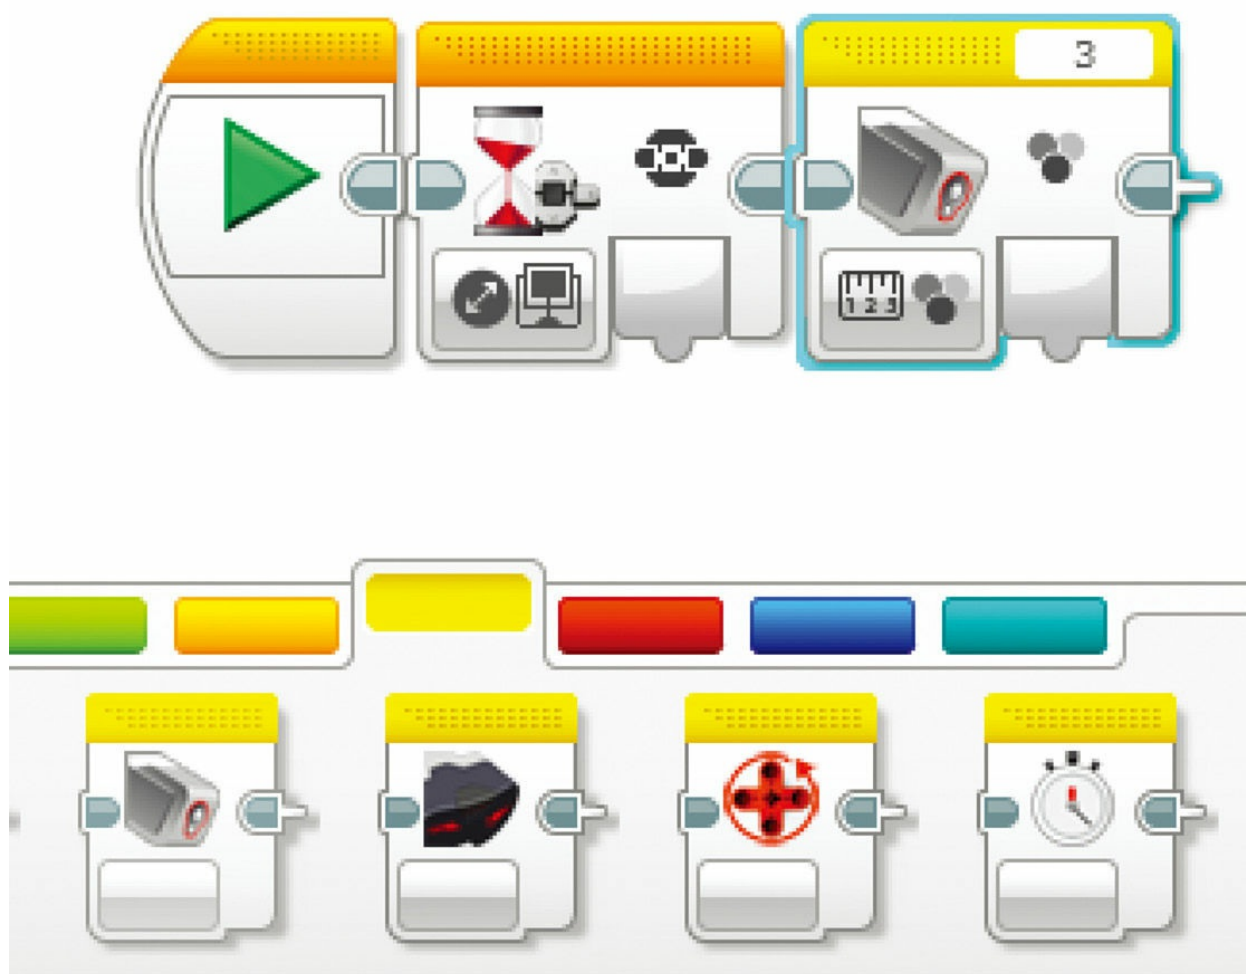

图8.13 你需要将颜色传感器模块调整为测量反射光强度而不是颜色
6. 从黄色模块组拖曳一个颜色传感器模块到程序序列里（如图8.13所示）。